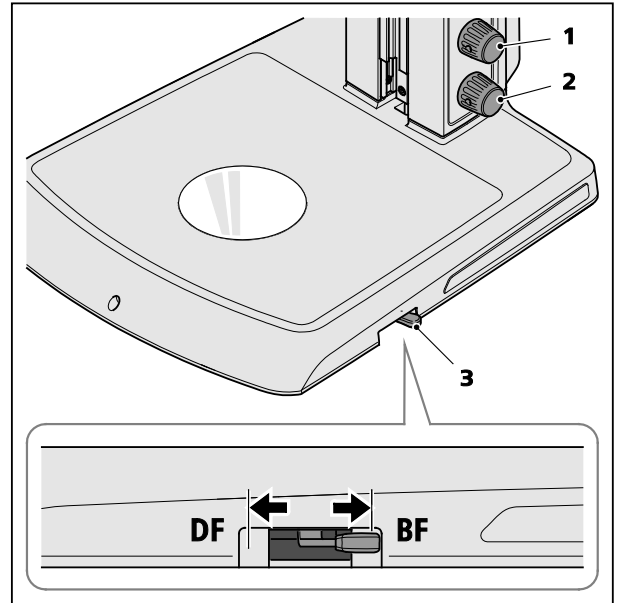

Figura 4 Utilizzo del modulo di illuminazione con luce trasmessa
- Accendere l'illuminazione con luce trasmessa premendo sulla manopola inferiore (Figura 4/2) e ruotarla per regolare l'intensità della luce.
- Spostare la leva (Figura 4/3) per commutare tra campo chiaro (BF) e illuminazione su tutti i lati su campo scuro (DF).
Premendo/ruotando la manopola superiore dell'illuminazione (Figura 4/1) si può aggiungere luce diretta variabile alla luce trasmessa impostata.